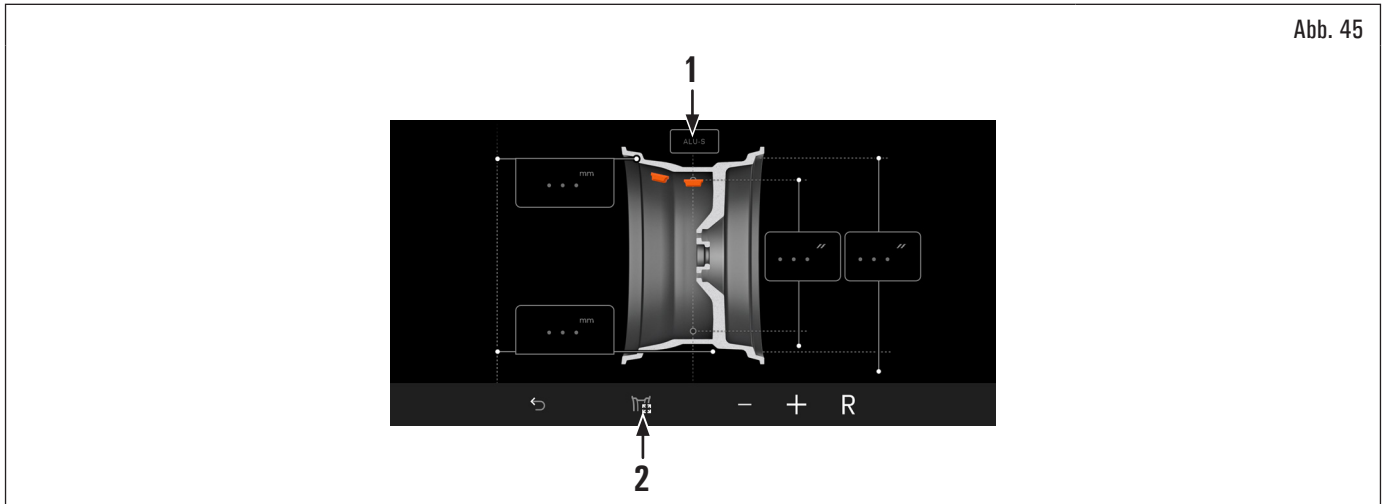
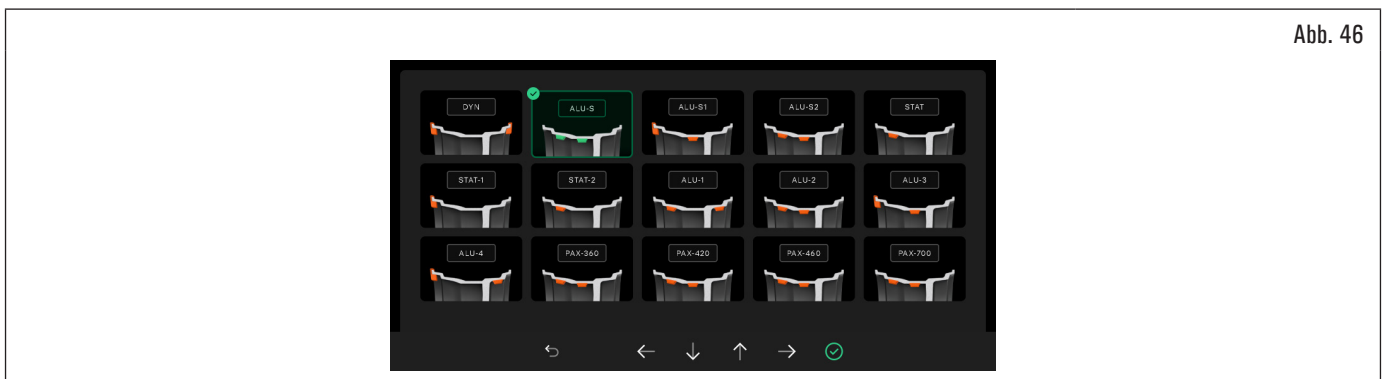

Abb. 45
Abb. 46
Um das Auswuchtprogramm auszuwählen, gehen Sie wie folgt vor: drücken Sie das Symbol (Abb. 45 Pkt. 1 oder 2), um den Bildschirm anzuzeigen (siehe Abb. 46), auf dem Sie das gewünschte Programm auswählen können, indem Sie direkt auf das Programmsymbol drücken oder indem Sie durch Drücken auf die Symbole     navigieren.
8. Wenn der Bediener beschließt, das Auswuchtprogramm zu ändern, kann auf folgende Weise eingegriffen werden: durch Drücken des Programmsymbols (Abb. 45 Pkt. 1 oder 2) wird der folgende Programmauswahlbildschirm angezeigt: